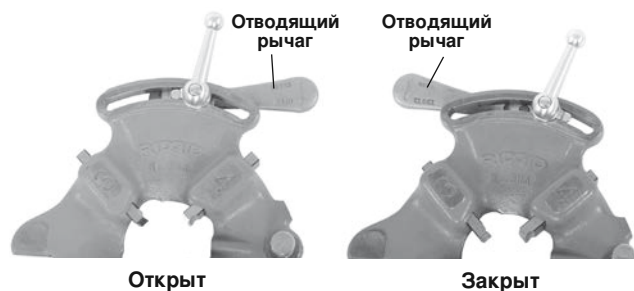

Рис. 10 — Рычаг в открытом/закрытом положении
2. Установите отводящий рычаг в положение ОТКРЫТ (Рис. 10).